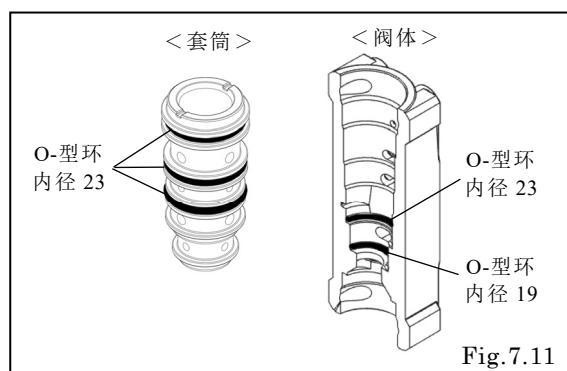

Fig.7.11
- 将套筒外周的3个O型圈安装在正确的位置。〈Fig.7.11〉
〈Fig.7.11〉
- 组装套筒时，要将阀体上的孔对准相应的套筒壁上的孔。〈Fig.7.11〉